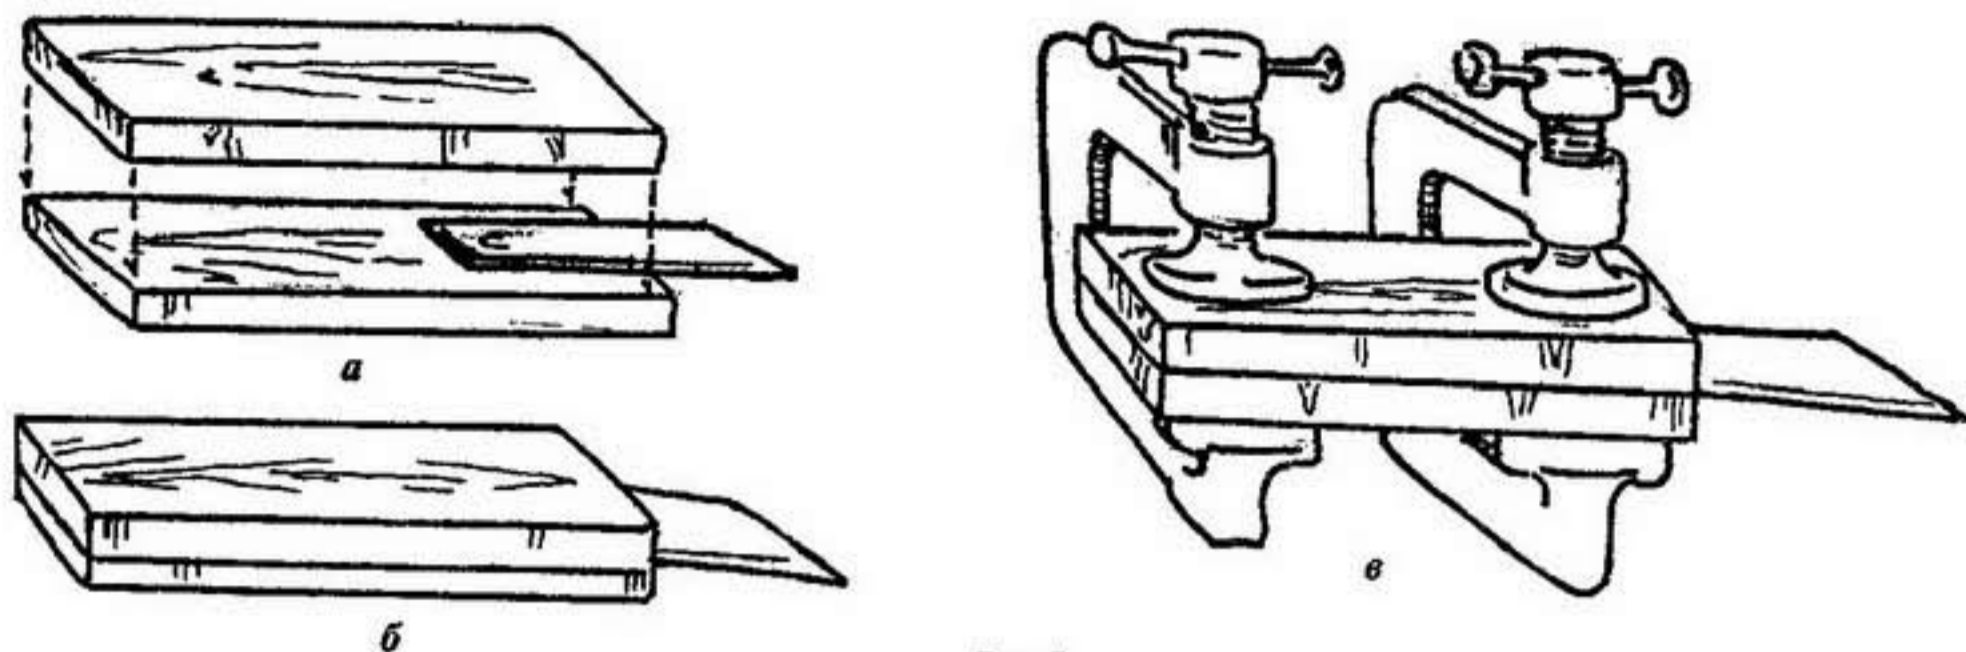

Рис. 7
6. Клеем промажьте теперь шлифованную сторону второй заготовки и аккуратно соедините их (рис. 7, а, б), после чего поместите под груз или зажмите струбцинами (рис. 7, в).